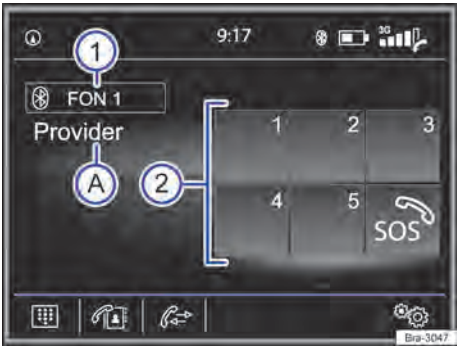

Fig. 172 Menú principal **PHONE**.
Los favoritos (teclas de marcado rápido) → **fig. 172 ①** pueden ocuparse con una entrada de la lista de contactos.